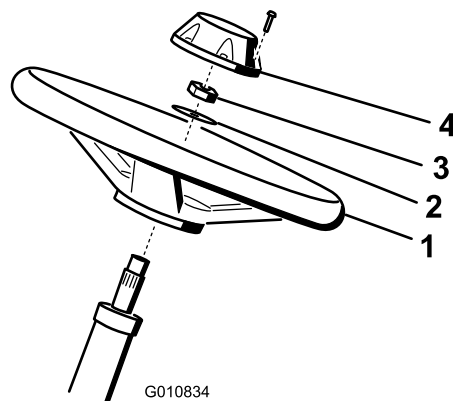

図 4
1. ハンドルをステアリングシャフトにはめ込む 図 4。
2. ワッシャをステアリングシャフトにはめ込む 図 4。
3. ジャムナットでハンドルを固定し、2735 N.m にトルク締めする 図 4。
4. キャップを取り付け、ねじで固定する 図 4。